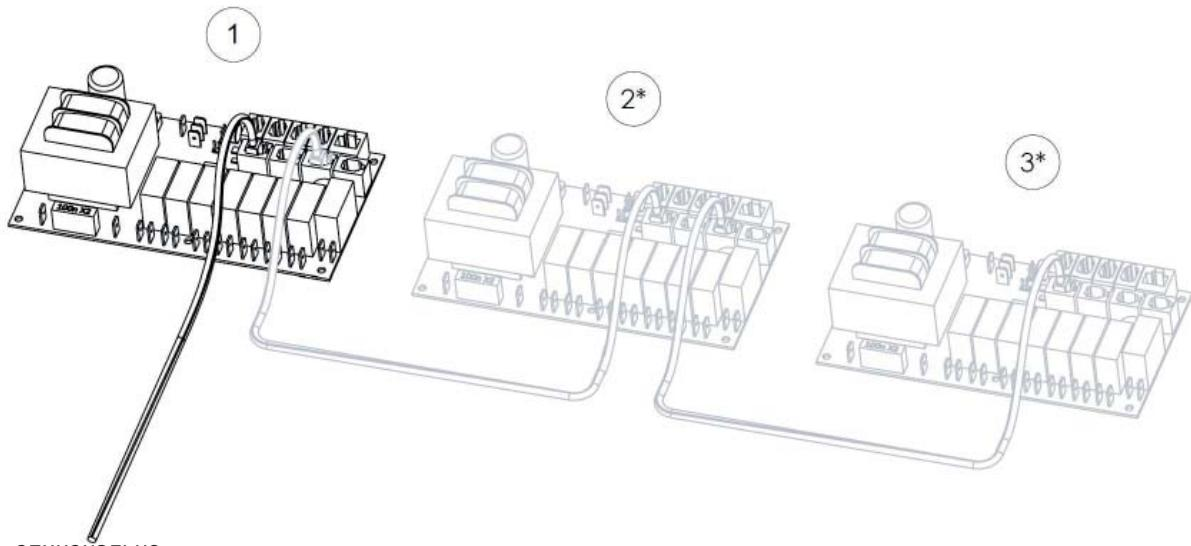

Рис. 16 \* = *официально*
В соединениях между генераторами применяется кабель малой мощности (4-жильный) с соединителем RJ10, (Рис. 16.) Информация о конфигурации штыревых контактов приведена в разделе «Описание модульного соединителя» (Рис. 17).
В случае если необходимо провести обслуживание одного парогенератора, другие могут продолжать использоваться. Один генератор, назначенный в качестве дополнительного, отключается посредством извлечения кабеля между платами. (Рис. 16)
2. Отключите кабель, соединяющий платы управления (Рис. 16)